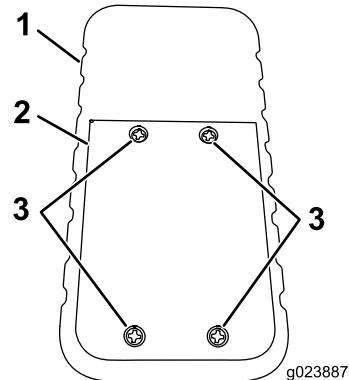

Рисунок 5
1. Ослабьте четыре винта крепления крышки отсека батарей (Рисунок 5).